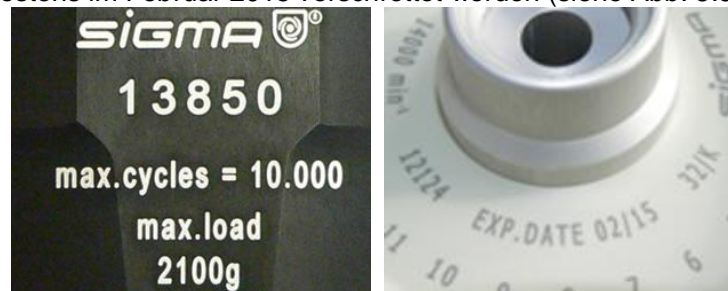

Abb. 5.9: abweichende Lebensdauer – Gravur auf dem Becher / Rotor
- **Sind auf Rotor oder Becher abweichende Angaben zur Lebensdauer eingraviert, so gelten diese entsprechend:** Zum Beispiel hat ein Becher mit der Gravur "max. cycles = 10.000" eine Lebensdauer von 10.000 Zyklen; ein Rotor mit der Kennzeichnung "Exp.Date 02/15" muss spätestens im Februar 2015 verschrottet werden (siehe Abb. 5.9).